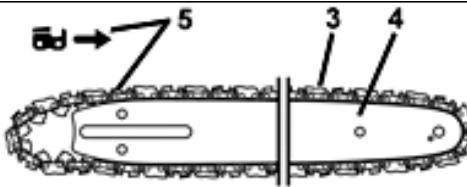

Рис. 2
- Разместите пильную цепь (3, Рис. 2) нашине (4, Рис. 2).
- Уложите звенья цепи на цепную звездочку (6, Рис. 3) на зубья звездочки (7, Рис. 3) и установите шину (4, Рис. 2) так, чтобы расположенные перед и позади крепящего болта (В, Рис. 4) водила шины (А, Рис. 4) попали в продольное отверстие шины (7, Рис. 3).